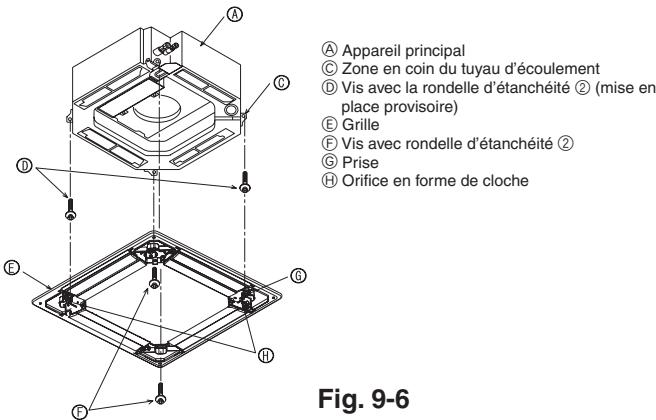
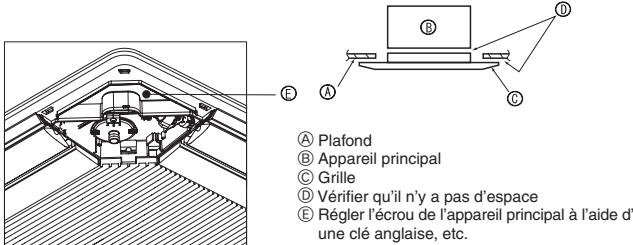

Fig. 9-6
Fig. 9-7
9.4.2. Mise en place provisoire de la grille (Fig. 9-6)
- Attacher provisoirement la grille à l'aide des orifices en forme de cloche en alignant la zone du coin du tuyau d'écoulement de l'appareil principal sur la prise de la grille marquée (G).
9.4.3. Fixation de la grille (Fig. 9-7)